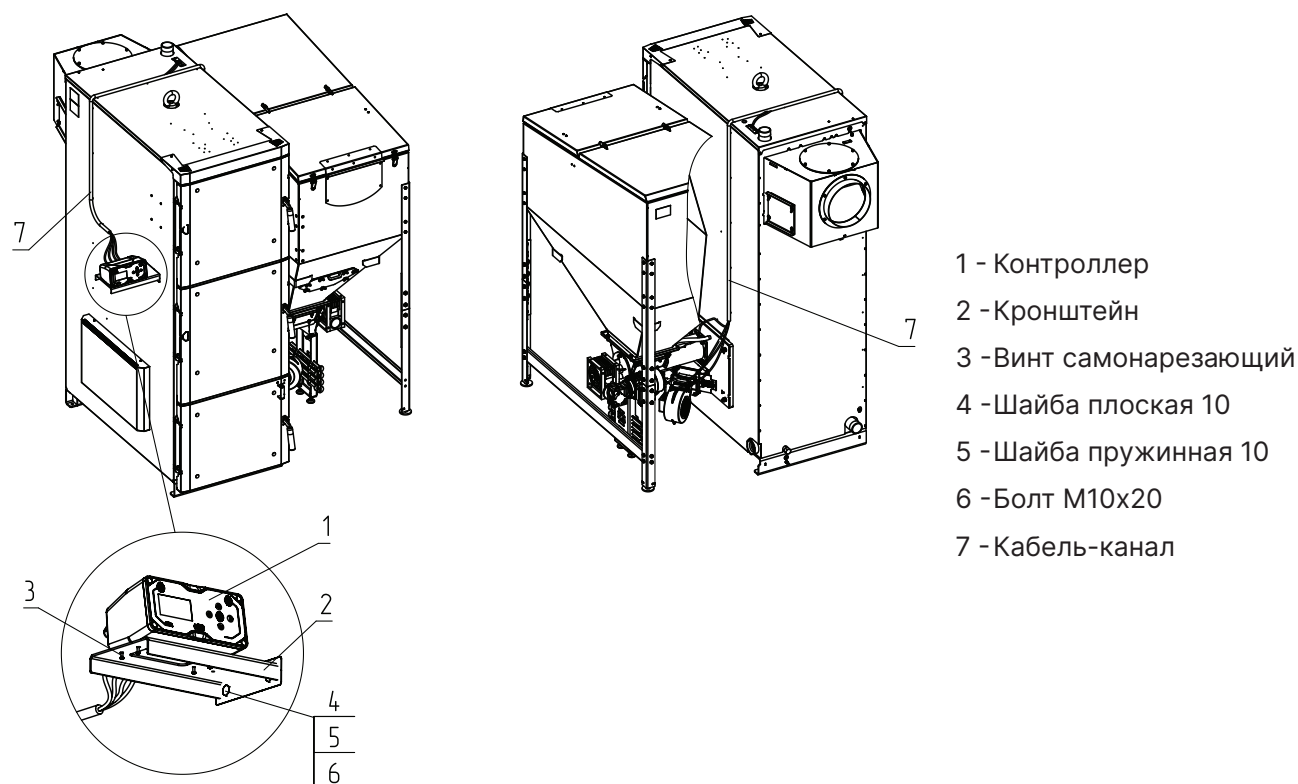

Рис.15 Монтаж контроллера для котлов от 80 кВт
4. Закрепите кабель-канал (**Рис.15, поз.7**), используя отверстие крепления кабелей на корпусе котла в соответствии в **Рис.15**.